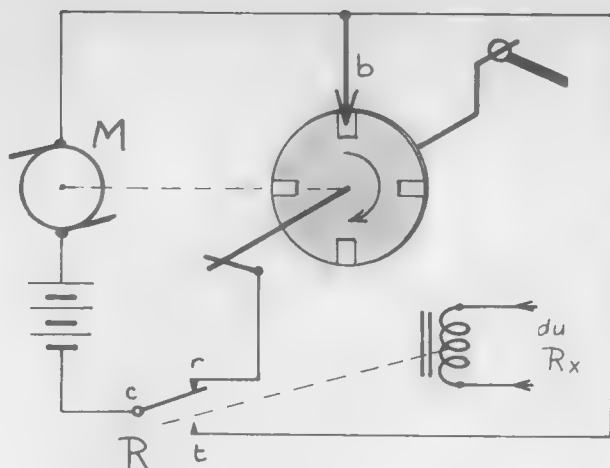

Fig. II-8. — Echappement électrique.
• Echappement électrique (Voir fig. II-8)